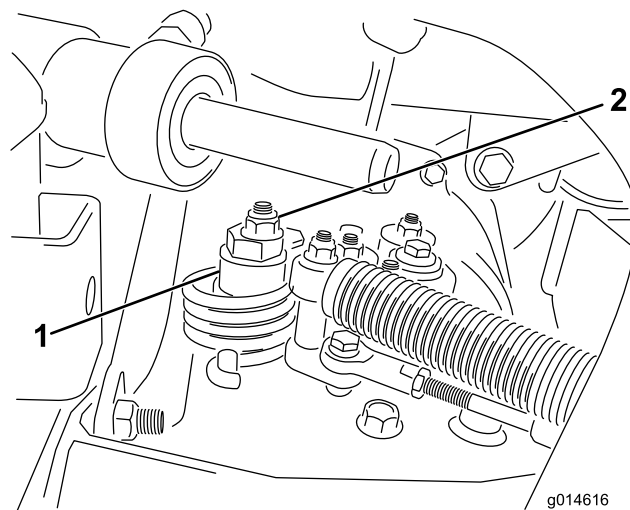

Figura 49
- A. Afloje la tuerca que sujeta el excéntrico a la parte superior del hidrostato (Figura 49).
- C. Gire el excéntrico hasta que no haya movimiento en ningún sentido. Cuando la rueda deje de girar, apriete la tuerca para bloquear el excéntrico y el ajuste (Figura 49). Compruebe el ajuste con el acelerador en las posiciones Lento y Rápido.